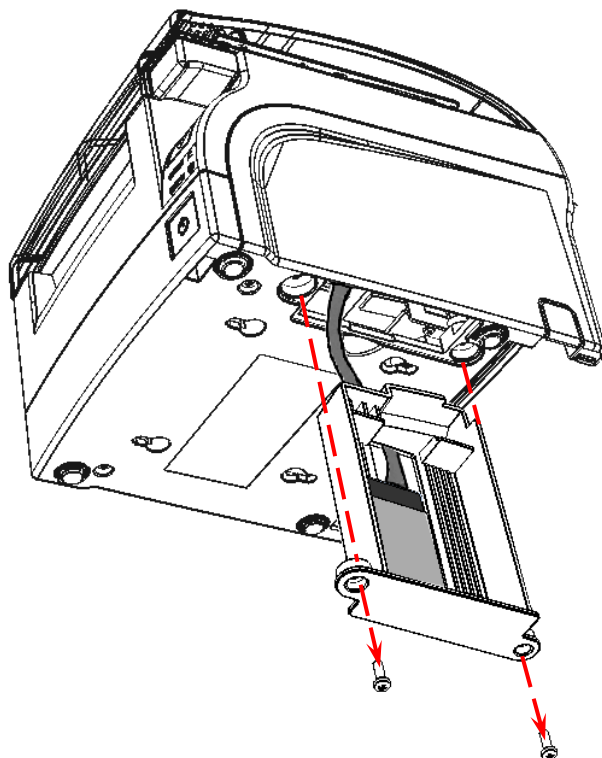

Рисунок 13. Извлечение отсека для ФН из корпуса ККТ
2. Извлечь отсек для ФН, открутив винты крепления. Отключить кабель ФН–ККТ от ФН, извлечь ФН (см. рисунок 13).
20. Установить отсек в корпусе, вкрутить два винта (см. рисунок 13).